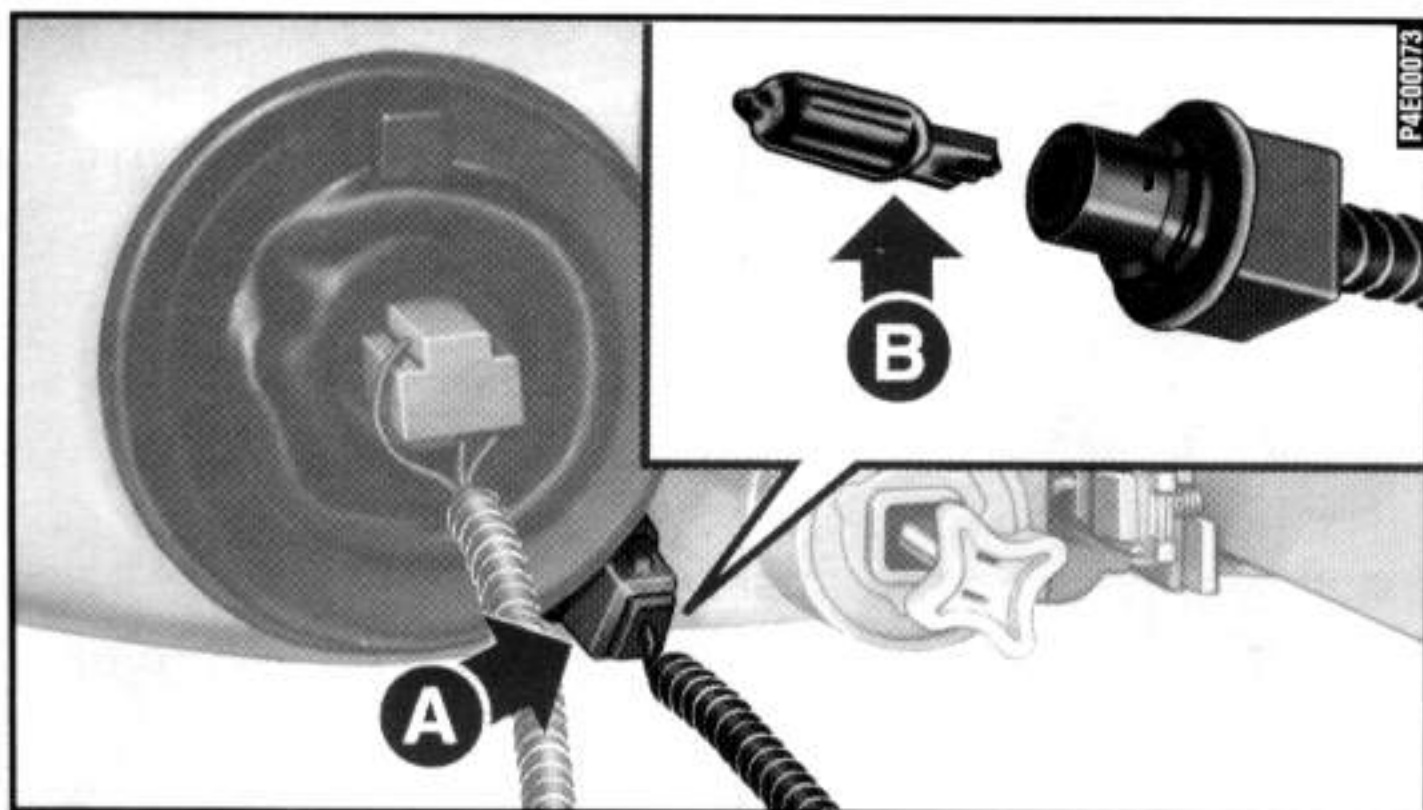

fig. 14
- 1) Retirar o soquete **A**-fig. 14, fazendo-o girar levemente para facilitar o desengate.